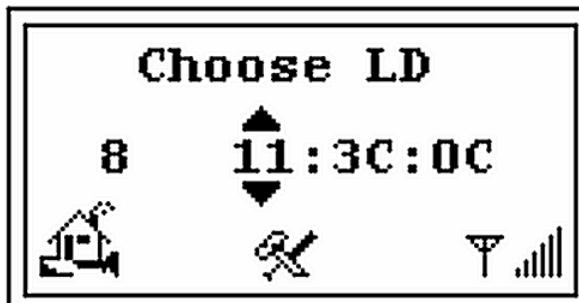

Figura 2-15 Schermata Choose LD (Selezione LD)
5. Premere **Enter** (Invio) per visualizzare la schermata *Choose LD* (Selezione LD) (Figura 2-15).